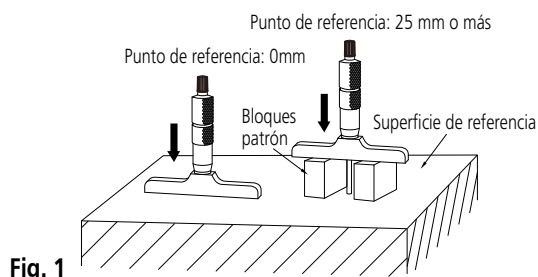

Fig. 1
4. Póngase en contacto lentamente con las superficies de medición mientras presiona la superficie de referencia contra una superficie de planitud garantizada, como una superficie de referencia. Luego, gire el trinquete hasta que suene de 3 a 5 veces para aplicar una fuerza constante para verificar el punto cero. Si el punto de referencia supera los 25 mm, utilice bloques patrón para comprobar el ajuste. (**Fig. 1**) Si el punto de origen está desalineado, alinee el punto cero girando el cilindro.